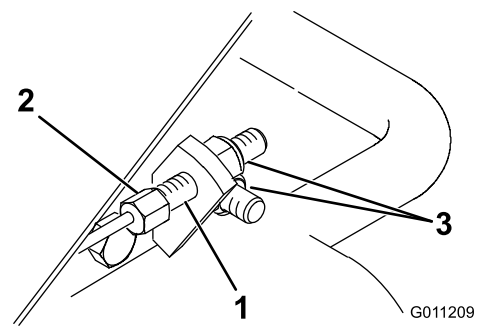

Bild 48
1. Wenn Sie das Kabel anziehen möchten, halten Sie die Sechskantschraube am Kabelende mit einem Schraubenschlüssel fest und drehen Sie die Mutter am anderen Kabelende mit einem anderen Schraubenschlüssel (Bild 48).